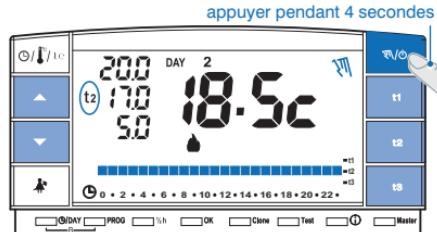

fig. 47
7.1(B) FONCTIONNEMENT MANUEL PERMANENT
- Maintenir la touche "RUN/OFF" appuyée (environ 4 sec.), le symbole "RUN" devient fixe. Le niveau de température en cours est appliquée à toutes les heures du jour (ex. fig. 47).